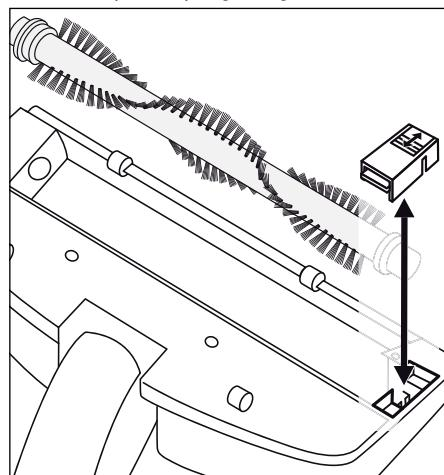

Fig. 4
Som tiden går, kan der sætte sig snavs som f.eks. hår fast på børsterullen **⑭**. For at fjerne dette snavs kan børsterullen **⑭** afmonteres (fig. 4).
- 3) Tag børsterullen **⑭** ud.
- 4) For at sætte børsterullen **⑭** ind igen sættes den brede ende først på drivakslen, så børsterullen **⑭** klikker på plads.
- 5) Så skubbes den anden ende ind i holderen, så børsterullen **⑭** sidder lige i gulvmundstykket.